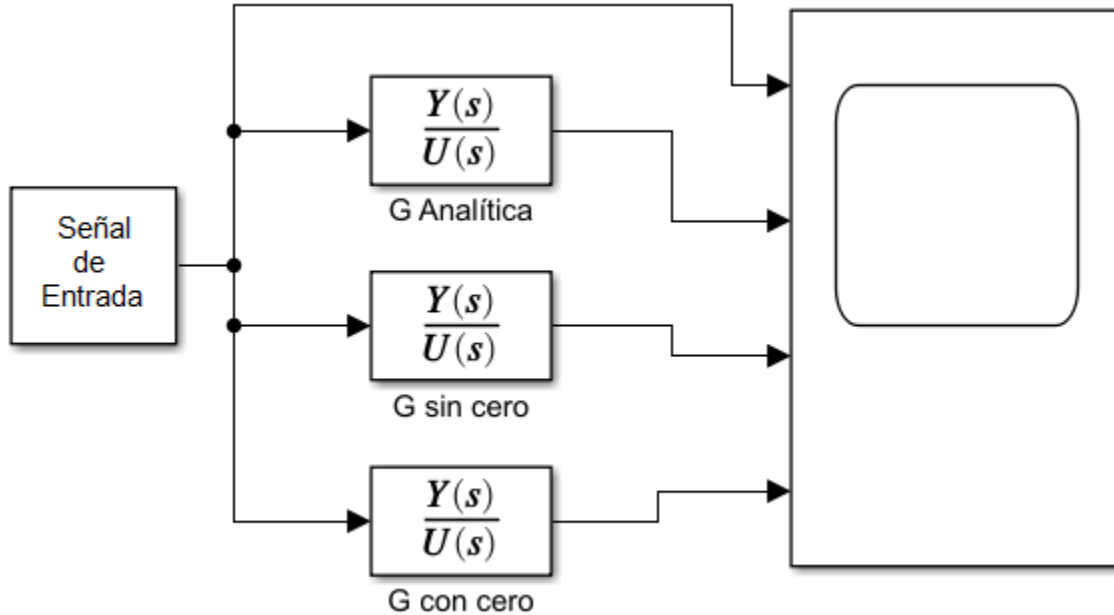

Figura 2. Bloques de Función de Transferencia con modelos del sistema.
1. Construyan el diagrama mostrado en la Figura 2, en Simulink. Usen la función de transferencia encontrada analíticamente en el laboratorio 1, y las encontradas en los incisos 8 y 9 de la Segunda Parte (sin cero y con cero).